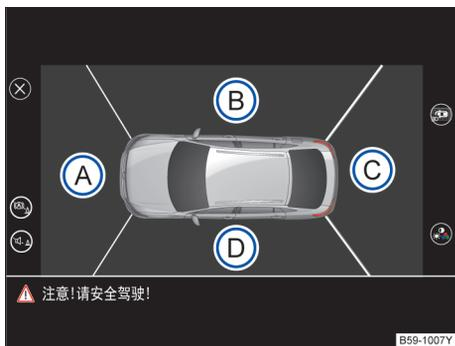

图 152 全景影像系统显示: 鸟瞰图
→ 图 152 的图例:
→ 图 152。通过点击汽车区域可以选择鸟瞰图。
通过点击鸟瞰图→图 152 (A) 至 (D) 的各个区域或微型鸟瞰图，可以选择相应的摄像头图像显示。